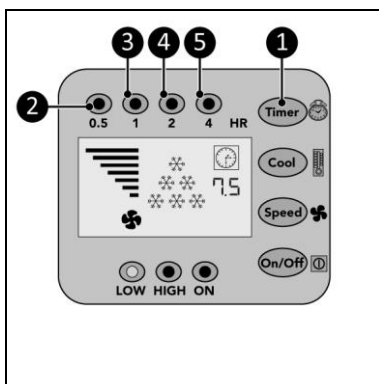

Figur 12
1. Tryk gentagne gange på køleknappen (figur 12, pos. 1) for at indstille den ønskede omgivelsestemperatur:
- 28 °C, displayet viser 1 køleindikator (figur 12, pos. 4).
- 25 °C, displayet viser 2 køleindikatorer (figur 12, pos. 3).
- 22 °C, displayet viser 3 køleindikatorer (figur 12, pos. 2).
- <22 °C, displayet viser 6 køleindikatorer (figur 12, pos. 2, 3 og 4).